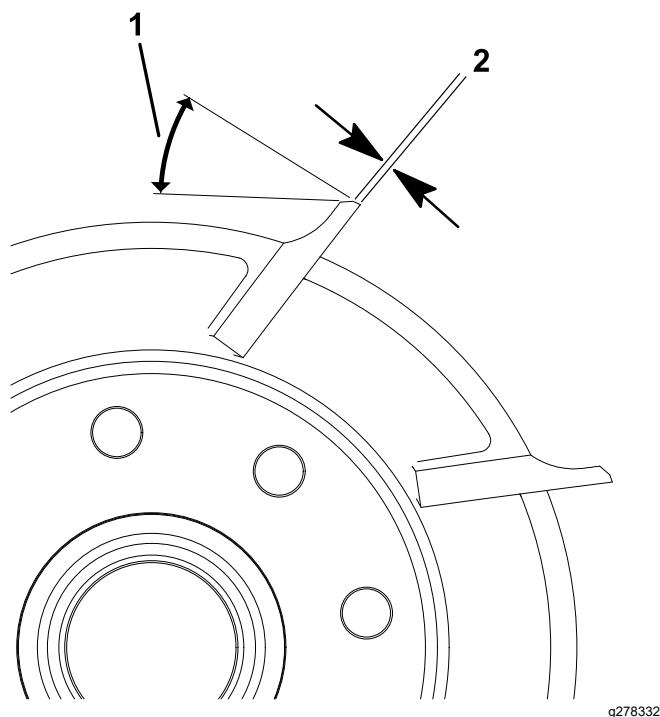

図 23
1. ランド幅が 0.8 mm になるまで、すべてのリールブレードに 30° のリリーフグランドを適用する 図 23。